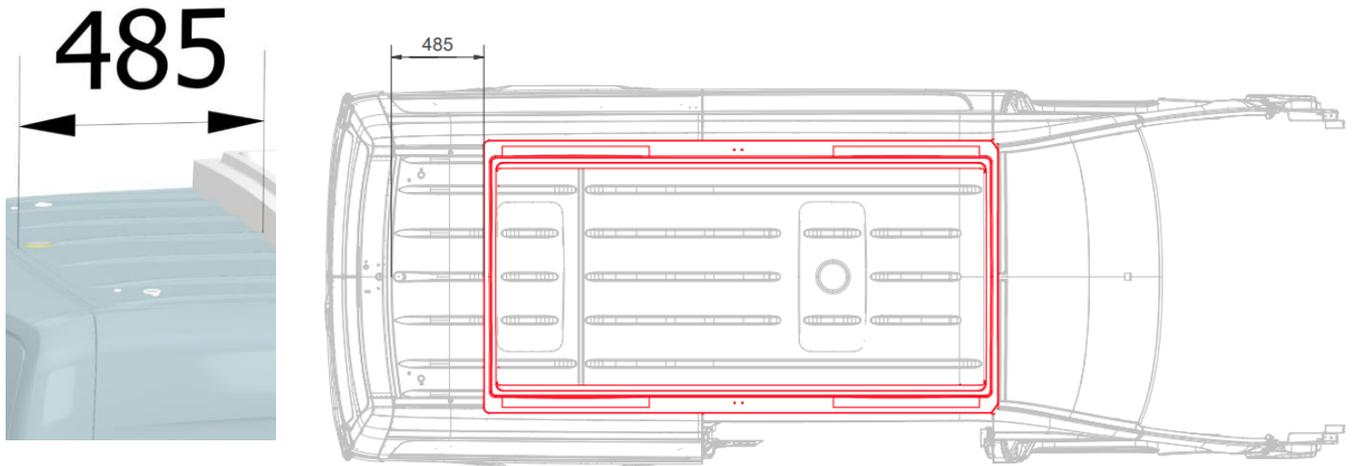

Abb. 3-3: MB Sprinter L2H2 (L = 5932 mm) [G0002136]
- Bei diesen beiden Schlafdachvarianten sind der Rahmen und der Spoiler schon auf das Fahrzeugdach angepasst (für Fahrzeuge mit etwa 6 m Länge, s. Abb. 3-3 und Abb. 3-6).